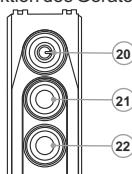

Abb. 4
- Den Deckel (14) entgegen dem Uhrzeigersinn drehend abnehmen.
- Setzen Sie den Übergangsrings (12) in den Adapter (13) bis zum Anschlag ein (s. Abb.).
- Bringen Sie den Adapter mit dem eingesetzten Übergangsrings an das Objektiv (11) des optischen Geräts an.
- Bringen Sie den Hebel (19) von der Position "AUF" in die Position "ZU" (Abb.4). Vergewissern Sie sich, dass der Adapter an das Objektiv eng anliegt.